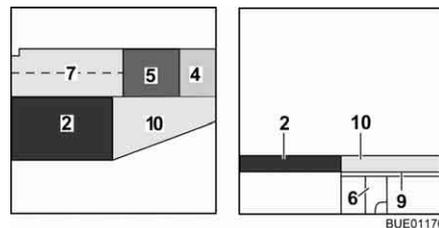

Fig. 126 Après la transformation
- Placer le coussin d'assise (Fig. 126,5) au centre.
- Placer le coussin de dossier (Fig. 126,4) entre le coussin d'assise et la cloison.
- Placer le coussin supplémentaire (Fig. 126,10) sur la rallonge latérale de lit.